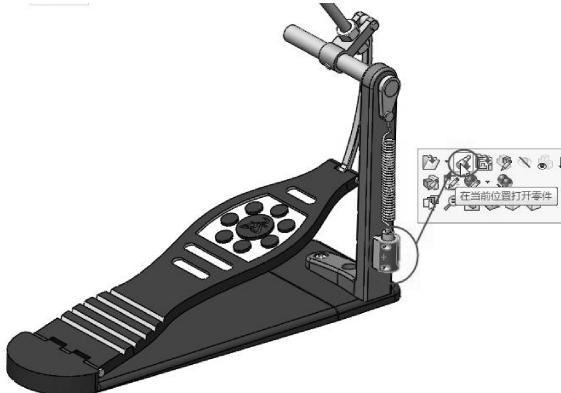

图 5-46 打开圆柱零件
- 11 在菜单栏中选择【窗口】 | 【1 drum\_Pedal.sldasm】命令，进入到装配模式。选择弹簧系统的圆柱体零件，将其在当前位置打开，如图 5-46 所示。